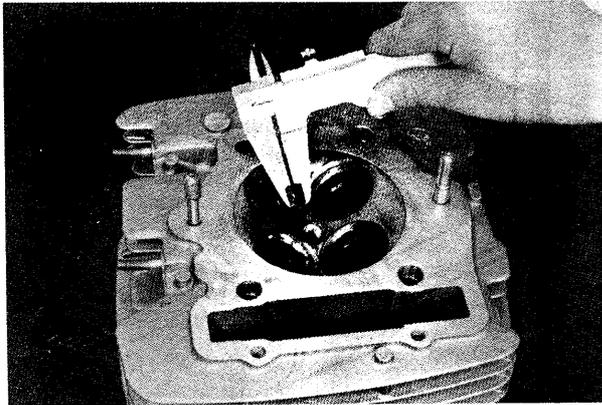

Bild 49
- Jeden Ventilsitz überprüfen (Bild 49). Die Verschleissgrenze liegt bei 2,0 mm. Falls der Sitz zu breit, zu schmal ist oder Vertiefungen aufweist, muss der Sitz nachgeschliffen werden, um gut abzudichten.